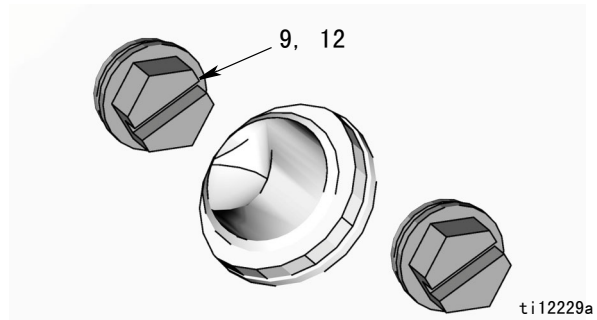

图 27
6. 仅卸下顶部螺丝 (12) 和垫圈 (9) (图 27)。